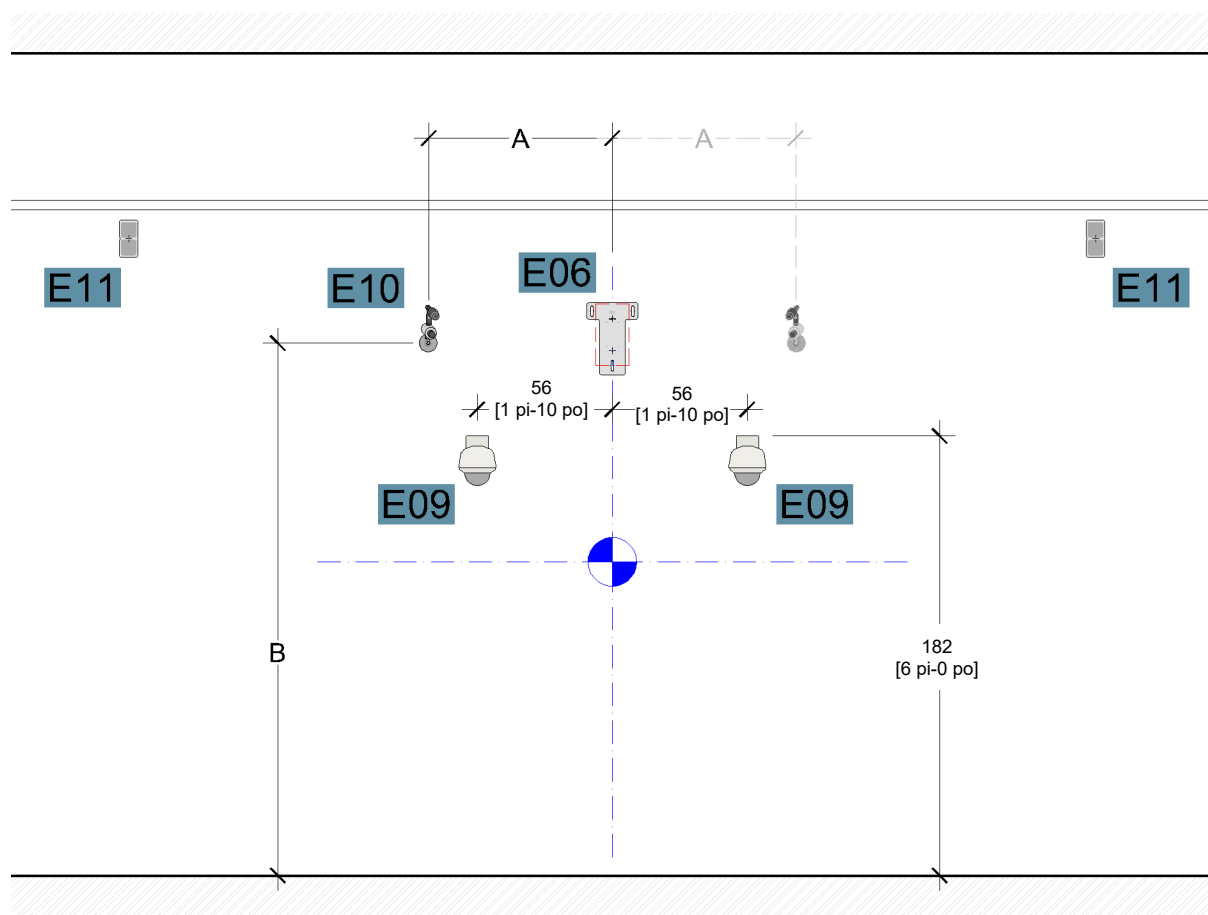

Figure 3-5 Vue en élévation du mur sagittal de la salle de traitement
Un système de vidéosurveillance est obligatoire pour un fonctionnement en toute sécurité. Pour la sécurité du patient, il est crucial que le manipulateur conserve un contact visuel permanent avec celui-ci. Reportez-vous à la Figure 3-5 et à la section 4.5 pour de plus amples informations.
La caméra Live View (LV) permet une surveillance constante du système EDGE et du patient. Ce système fournit des informations de proximité pendant le déplacement de la machine afin d'éviter toute collision avec le patient. Reportez-vous à la Figure 3-5 pour connaître l'emplacement d'installation.
- Reportez-vous à la Figure 3-5 pour connaître l'emplacement d'installation.
- Le lieu d'installation du système principal de deux caméras de vidéosurveillance (**E09**) MotionView illustré à la Figure 3-5 est OBLIGATOIRE pour la sécurité du patient.
- La hauteur d'installation de la plaque de montage du laser sagittal (**E06**) 230 cm [7 pi-6 po] est la hauteur recommandée pour éviter toute obstruction du faisceau d'alignement laser. Voir la Figure 3-5. Consultez le fabricant du laser et le client pour déterminer la hauteur désirée.
*La plaque du laser sagittal peut être installée verticalement, comme illustré dans la Figure 3-5, ou horizontalement en fonction du modèle de laser. La plaque de montage possède deux trous d'alignement de l'isocentre pour une plus grande souplesse d'installation. Vérifiez les options d'orientation de l'installation auprès du PM Varian ou du fabricant du laser.*